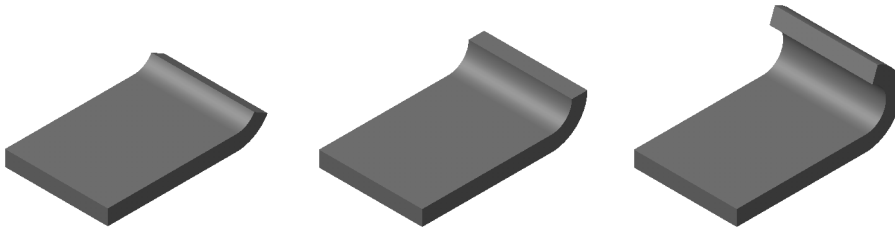

Рис. 89.11. Примеры сгибов без продолжений
- ▼ При использовании способа **Длина** возможен ввод нулевого значения длины. Это означает формирование сгиба без продолжения (рис. 89.11).